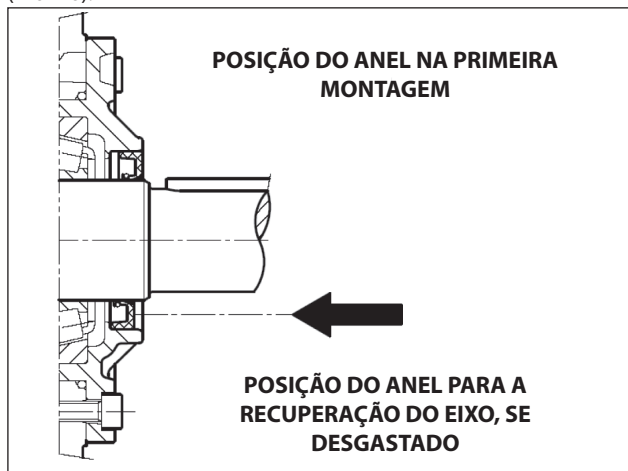

Fig. 7
Se for necessário substituir, posicione o novo anel usando a ferramenta (cód. 27904500), conforme indicado na Fig. 7.
**Se o eixo da bomba apresenta um desgaste no diâmetro na área de contato com a borda de vedação, a fim de evitar a operação de correção, é possível reposicionar o anel na passagem com a cobertura, conforme indicado na Fig. 7.**